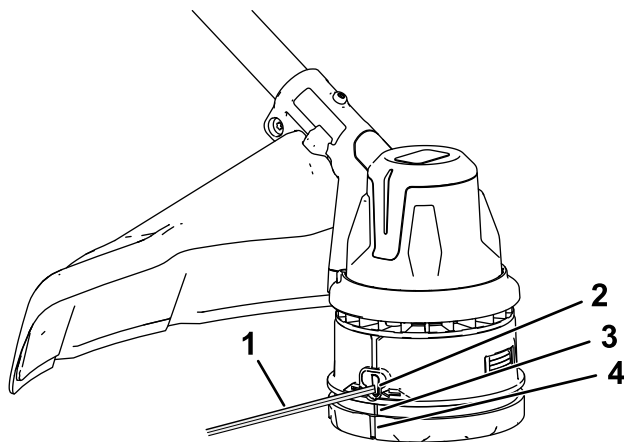

Figure 17
4. Appuyez et tournez le bas de la tête d'avancement dans la direction indiquée par les flèches (sens horaire) jusqu'à ce que les repères qui figurent sur le côté de la tête d'avancement soient en face des repères situés sous les œilletons (Figure 17).